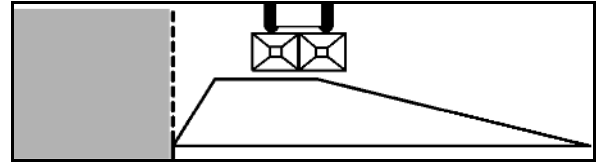
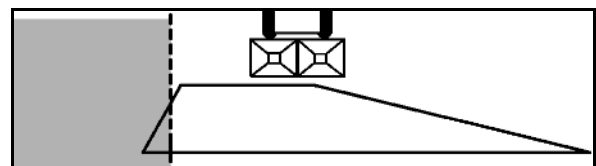

Рис. 66
Рис. 68
1. Граничне розкидання згідно з Постановою про добрива (Рис. 66):
3. Крайове розкидання (Рис. 68):
Для розкидання по границі (відповідно до припису про внесення добрив) (Рис. 66) або розкидання по краю (поряд розташовані власні ділянки, що підлягають аналогічній обробці) (Рис. 68) замініть **лівий розкидний диск Omnia-Set** (розподіл по краю ліворуч) відносно напрямку руху **на** відповідний диск граничного розкидання **Tele-Set**.